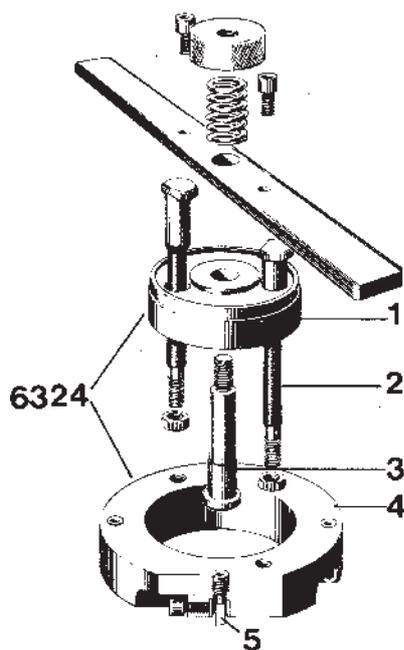

Fig. 43. Outil de fraisage 6324, série 70
3. Placer les deux axes de guidage dans les guides de soupapes et visser le plateau de guidage (1 figure 43) avec la broche (3) sur la culasse. Le plateau devra être placé de façon à être centré entre les alésages des vis de culasse. Noter que le trou repéré « IN » sur le plateau de guidage doit toujours être placé **sur le guide de la soupape d'admission** (le siège de soupape le plus grand).